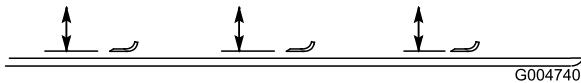

Bild 86
2. Drehen Sie die Schnittmesser, bis die Enden nach vorne und hinten zeigen (Bild 86). Messen Sie von der Innenseite des Mähwerks bis zur Schnittkante an der Vorderseite des Messers. Merken Sie sich dieses Maß.